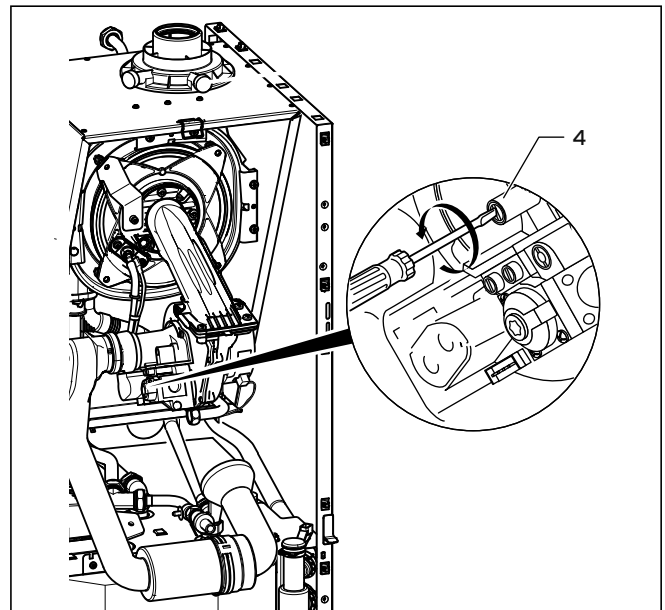

Abb. 7.6 Luftzahl einstellen
- Drehen Sie die Luftzahl-einstellschraube (**4**, Abb. 7.6) behutsam rechts herum (im Uhrzeigersinn), um den CO₂-Gehalt zu verringern.